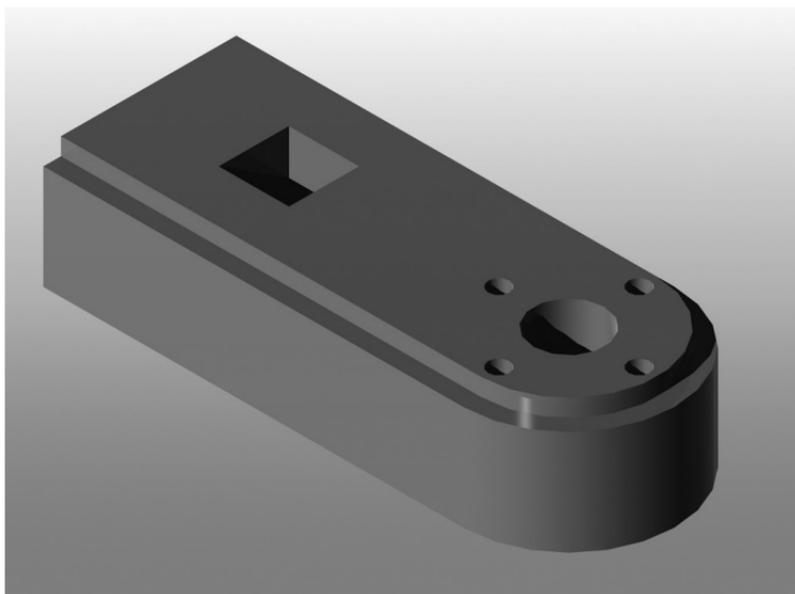

Рис. 7.27. Визуализация тонированной твердотельной модели детали «Плита»
5. Результат построений в виде визуализации тонированной твердотельной модели плиты представлен на рис. 7.27.